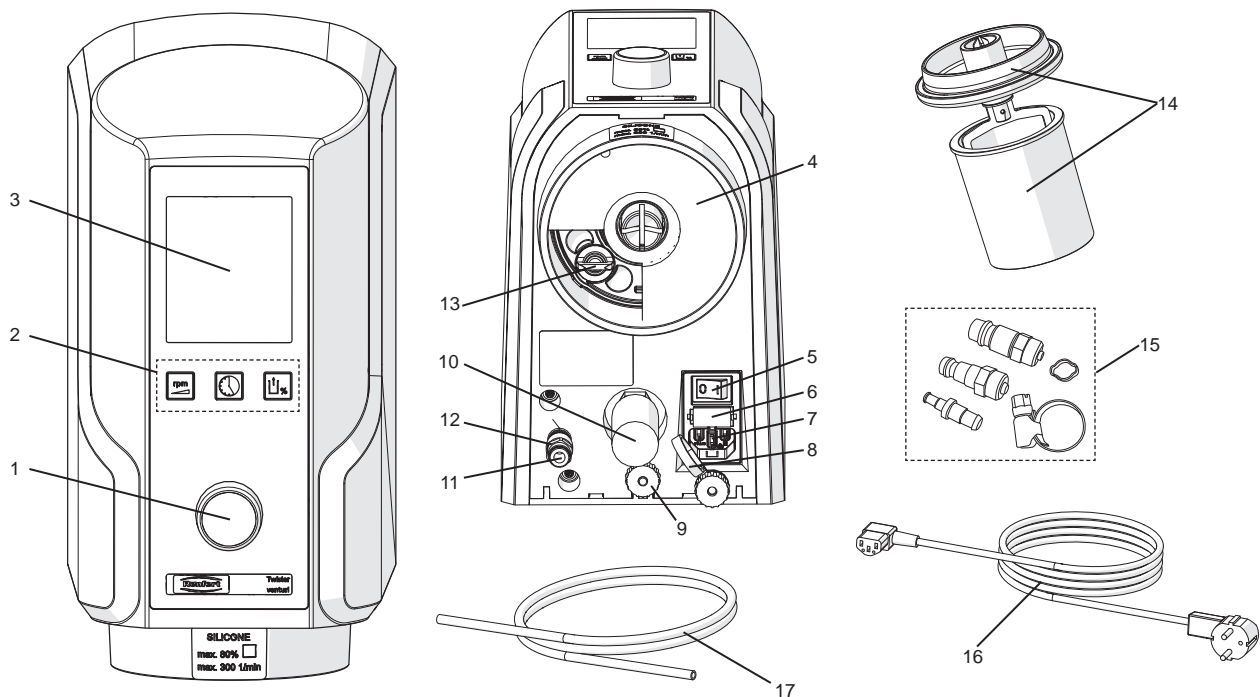

рис. 1
1. Шланг для подачи сжатого воздуха (17) ввести до упора в штуцер для сжатого воздуха (11). При этом должно ощущаться незначительное сопротивление.
2. Для подсоединения к сети сжатого воздуха выберите подходящую соединительную муфту из прилагаемого комплекта (15, рис. 1) и насадите ее на конец шланга
Прибор включается и выключается при помощи выключателя (5, рис. 1)